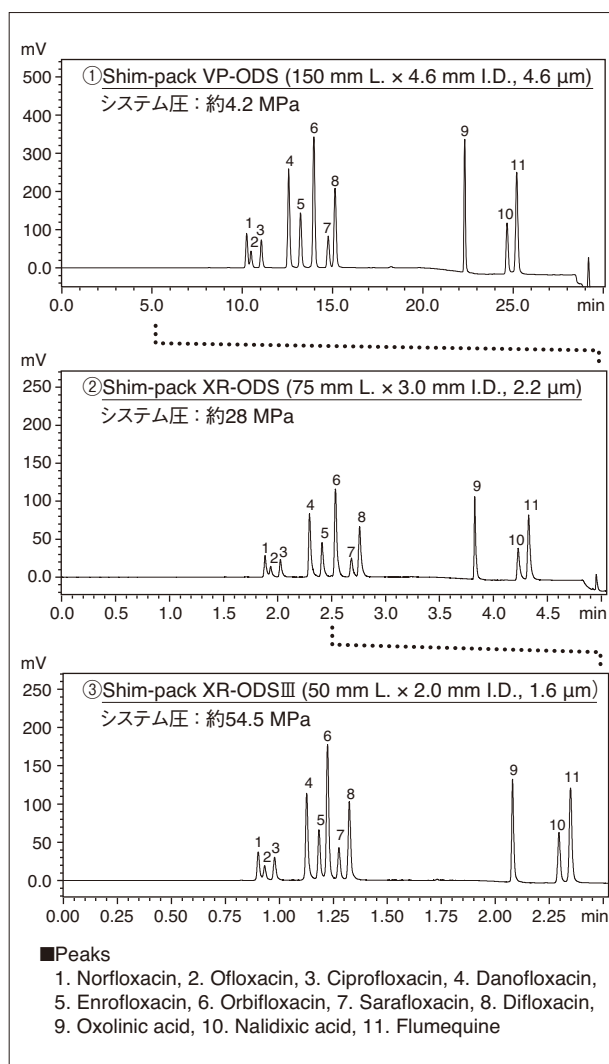

Fig. 1 キノロン系合成抗菌薬11成分のクロマトグラム (各1 mg/L)
キノロン系合成抗菌薬11成分について、一斉分析を行いました。検出は蛍光検出器“RF-20Axs”を用い、標準混合液(各1 mg/L, 30%メタノールで調製)を注入しました。分析カラムには、コンベンショナルカラムと高速分析用カラム2種を用いました。Fig. 1に、各カラムのクロマトグラム①～③を、Table 1に分析条件を示します。